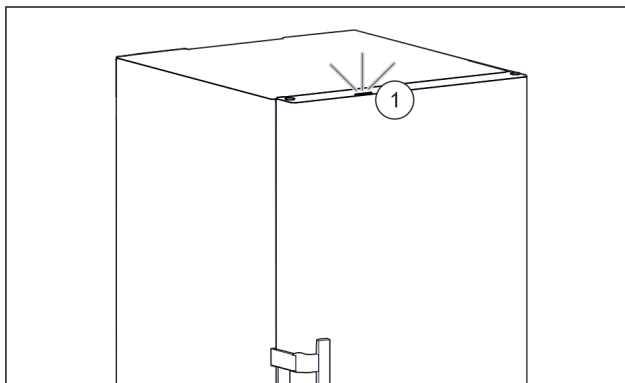

Fig. 56 Aktivna lučka stanja pri zaprtih vratih
- ▷ Lučka stanja Fig. 56 (1) je aktivirana.